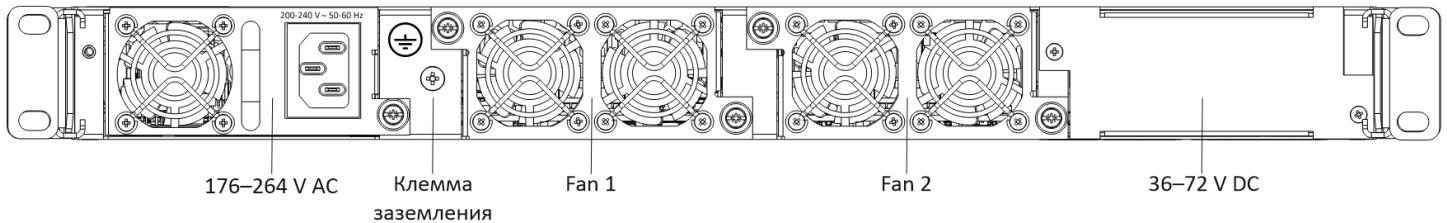

Рисунок 23 – Задняя панель терминала LTX-8(16)C
На задней, передней и боковых панелях терминала расположены вентиляционные решетки, которые служат для отвода тепла. На задней панели установлены два блока вентиляции (рисунок 23).
- Шаг 2. Заземлить корпус устройства. Это необходимо выполнить прежде, чем к устройству будет подключена питающая сеть. Заземление необходимо выполнять изолированным многожильным проводом. Правила устройства заземления и сечение заземляющего провода должны соответствовать требованиями ПУЭ. Клемма заземления находится на задней панели, рисунок 23.